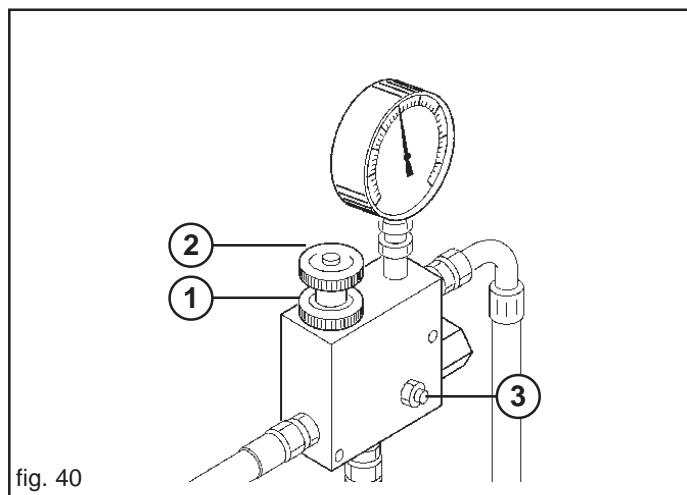

fig. 40
Si vous voulez augmenter la vitesse de rotation de la turbine pour les graines plus lourdes agir avec grande prudence en opérant comme suit (Fig. 40):
- b) desserrer le volant (1, Fig. 40);
- c) tourner en sens horaire ou contraire le volant (2, Fig. 40) pour diminuer ou augmenter la pression et par conséquent le nombre de tours de la turbine.